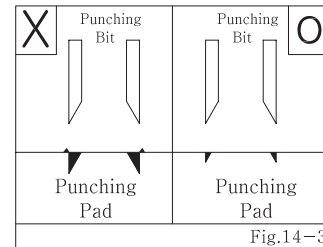

Fig.14-3
- 천공침이 부러지는 가장 큰 원인은 천공침이 용지를 천공한 후 천공침이 **천공패드를 너무 깊이 파고 들어 가거나 천공패드가 심하게 마모**되었기 때문입니다(Fig.14-3).